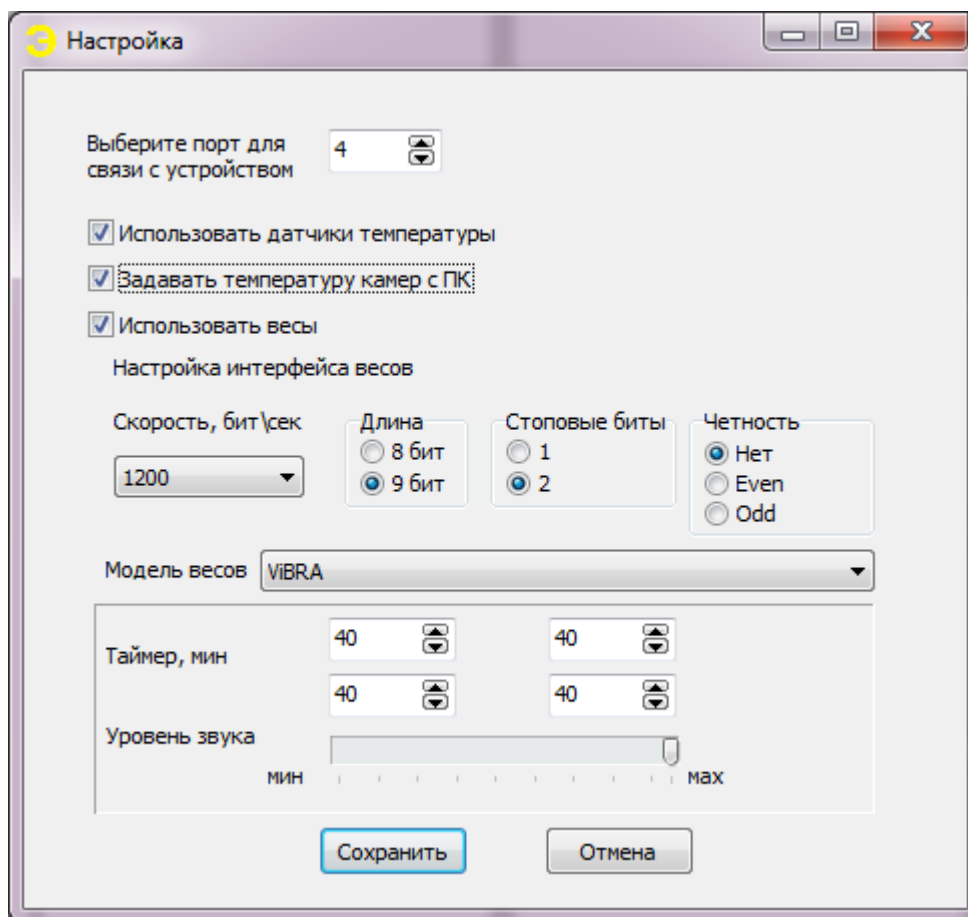

Рис.12
- выбрать порт для связи с устройством (Рис.12)
В случае, если необходимо изменить уровень звука окончания сушки, откройте вкладку «Настройка», см рис. 12 и выставьте ползунок «Уровень звука» на желаемое положение, где крайнее левое положение – минимальный звук, крайнее правое положение ползунка – максимальный звук.